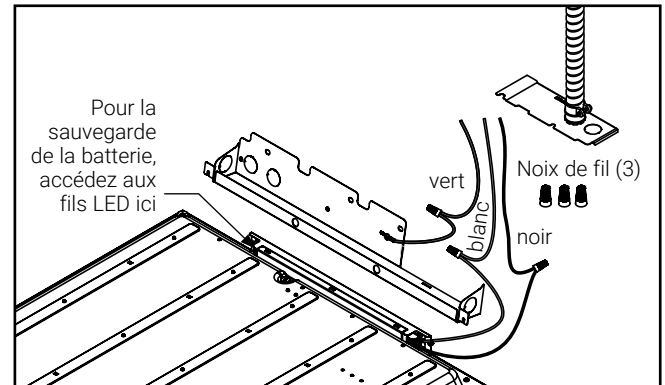

Figure 5.
7. Utilisez une entrée défonçable pour acheminer le câble d'alimentation. Utilisez les trois capuchons de connexion fournis pour raccorder le fil de mise à la terre au câble d'alimentation vert, le câble noir (Li11ne) au câble d'alimentation noir et le câble blanc (neutre) au câble d'alimentation blanc (Fig. 5).
REMARQUE : Le luminaire est compatible avec les systèmes de batterie de secours y compris les modèles EBPLED7W et EBPLED14W de Surelites. Si vous utilisez un système de batterie de secours, retirez le couvercle du pilote pour accéder aux fils d'alimentation DEL et suivez les instructions de câblage de la batterie de secours (Fig. 5). Assurez-vous de réinstaller le couvercle du pilote après avoir effectué le câblage.